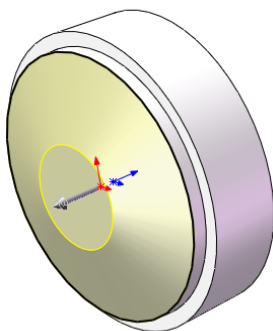

图 7-102 拉伸基体
**08** 拉伸基体。单击“特征”工具栏中的“拉伸凸台/基体”图标按钮，设定拉伸的终止条件为“给定深度”。在微调框中设置拉伸深度为 4mm，设置拔模角度为 70 度，保持其他选项的系统默认值不变，单击“确定”图标按钮，完成拉伸基体的创建，如图 7-102 所示。